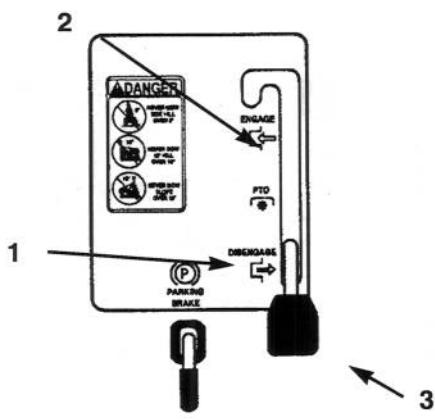

Fig. 5
- Spostate il comando della lama (PDF) su "ENGAGED" (innestato) (Fig. 5).
- Spostate il comando della lama (PDF) su "DISENGAGED" (disinnestato) (Fig. 5).